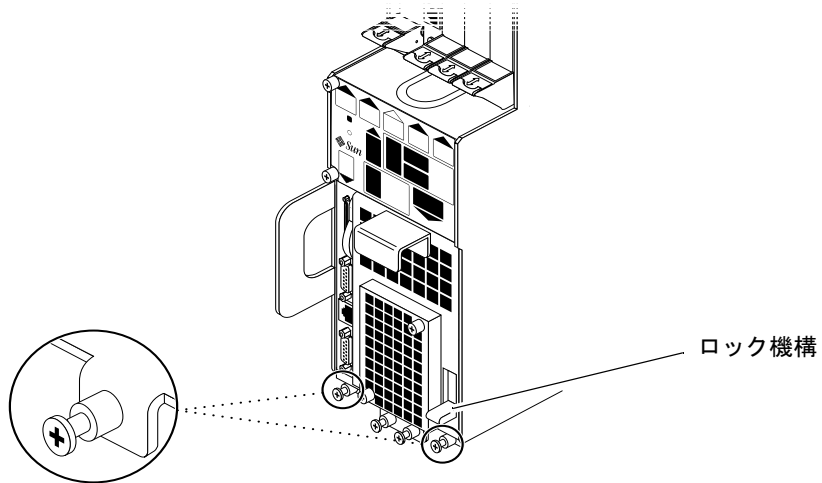

図 3-10 Netra ct 400 サーバーの最下部のねじを締める
- Netra ct 400 サーバーを挿入する場合、サーバーの最下部にある 2 本の黒い固定ねじを締めます (図 3-10)。